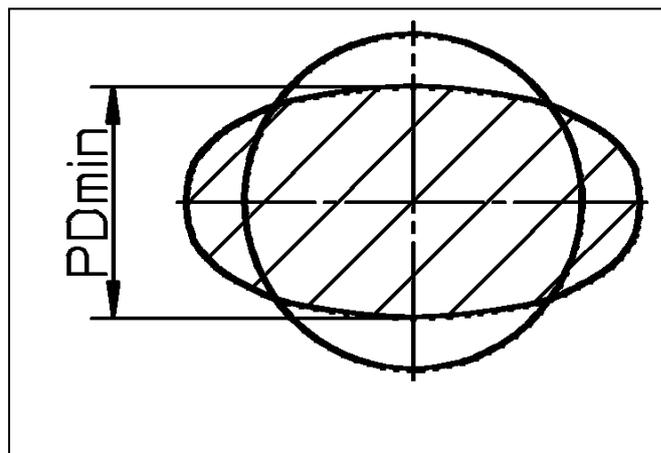

Bild 9
- Weist die Kupplung ein deutliches Verdrehspiel auf, oder ist die Mindest-Pufferdicke ( $PD_{min}$ , Bild 9) nach Tabelle 8 erreicht, empfehlen wir die elastischen Puffer auszuwechseln.